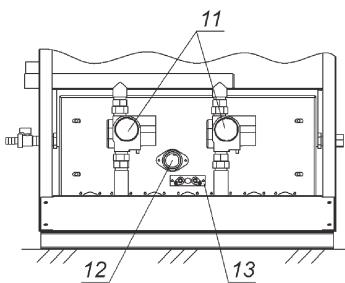

Рисунок 3. Внешний вид двухступенчатого котла ALFA COMFORT E.
11. Газовый клапан с автоматикой. Для котлов ALFA COMFORT E 55; E 60; E 70 см. рисунок 3, расположен под лицевой панелью